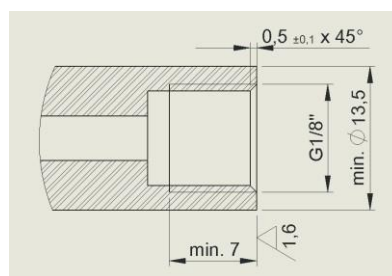

Figura 2: superficie de cierre y rosca
- Las superficies de sellado y la longitud de la rosca tienen que ser conformes con la **figura 2**.